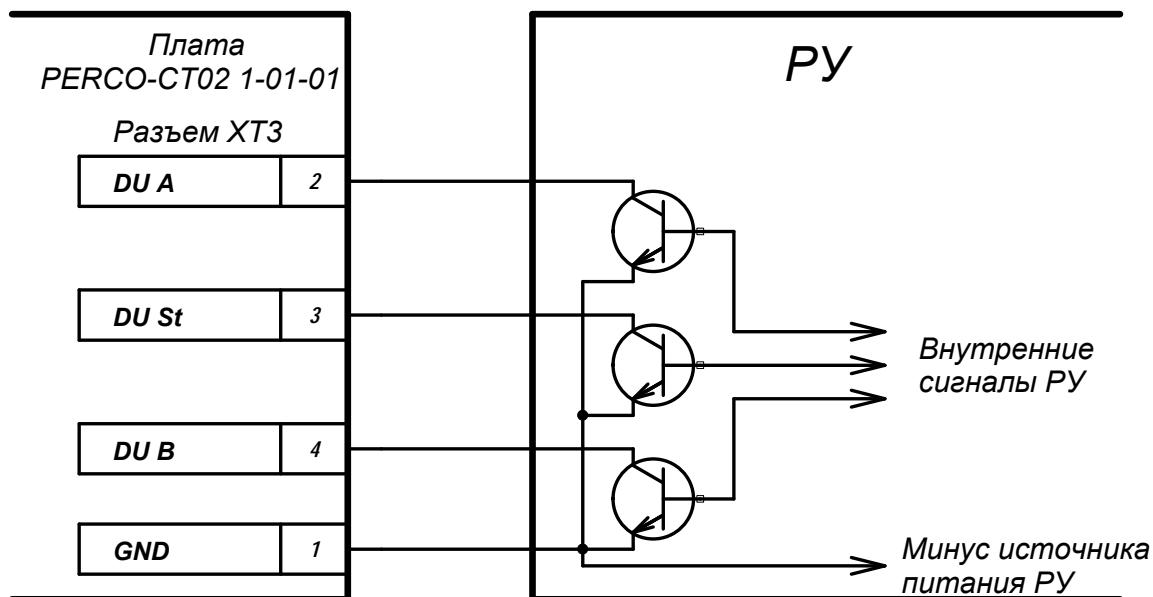

Рисунок 4 – Управляющие элементы устройства радиоуправления (РУ):
5.4.2 Управление КТС01 осуществляется подачей на контакты клеммной колодки “ХТ3” DUA, DUSt и DUB сигнала низкого уровня относительно контакта GND, при этом управляющим элементом могут быть нормально разомкнутый контакт реле или схема с открытым коллекторным выходом (см. рисунок 4).